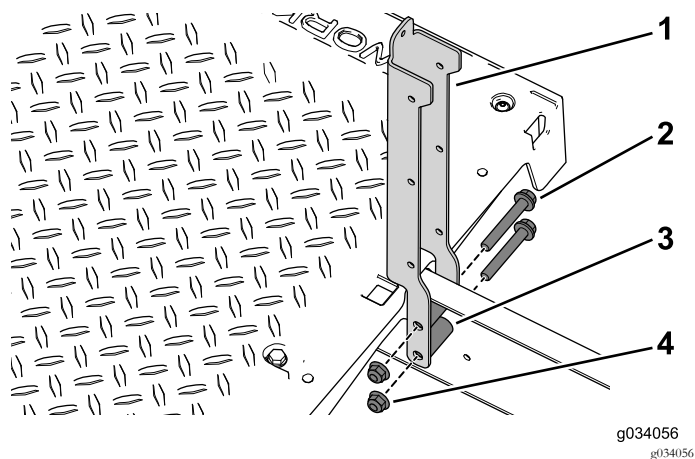

Figure 39
3. Fixez les supports de siège gauche et droit sur la machine à l'aide des 4 boulons (3/8" x 2½"), entretoises et écrous à embase (Figure 39).